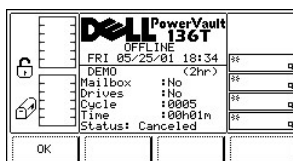

Figure 112. Service > Library > Exercice > Demo Using Time> Dialogue Canceled
- 1 Si la touche de fonction **Cancel** est enfoncée, la Figure 112 s'affiche.